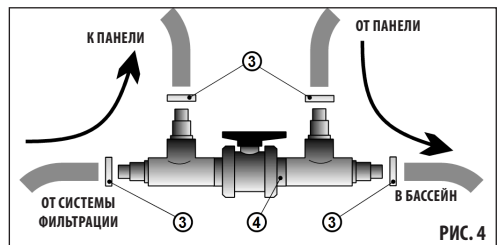

РИС. 4
- 2) Ручной байпас (4) – при его наличии соедините его со шланговыми патрубками панели. Соединения осуществляйте при помощи шлангов и хомутов для шлангов (3) – см. РИС. 4.
- 5) Идущие от системы фильтрации соедините с патрубком для шланга на одной стороне ручного байпаса (4).
- 6) При помощи следующего нового шланга соедините шланговый патрубок ручного байпаса (4) с возвратной форсункой бассейна.
- 7) Проверьте шланговые соединения и подтяните хомуты для шлангов (3).